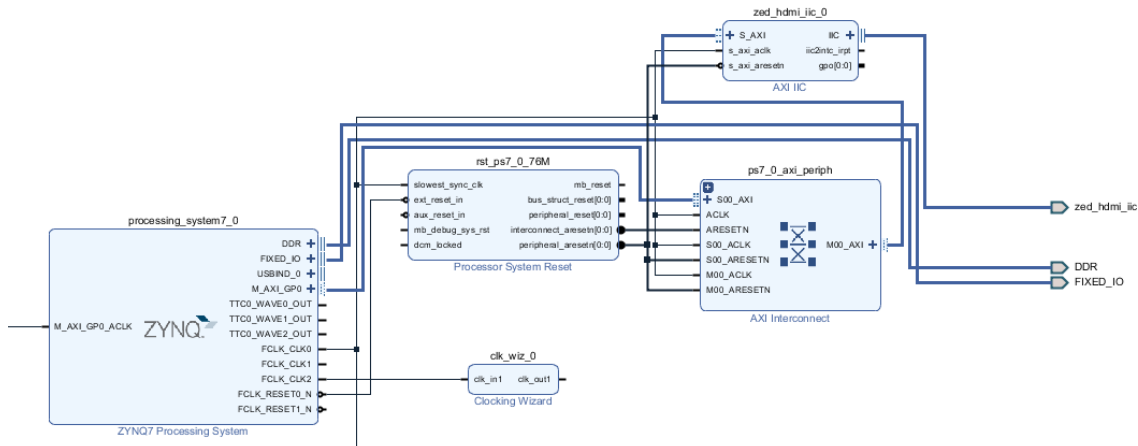

FIGURE 5 – Design avant l'ajout de l'HDMI
11. Validez que votre design est correct² (Menu Tools/Validate Design). Il devrait ressembler à la figure 5.